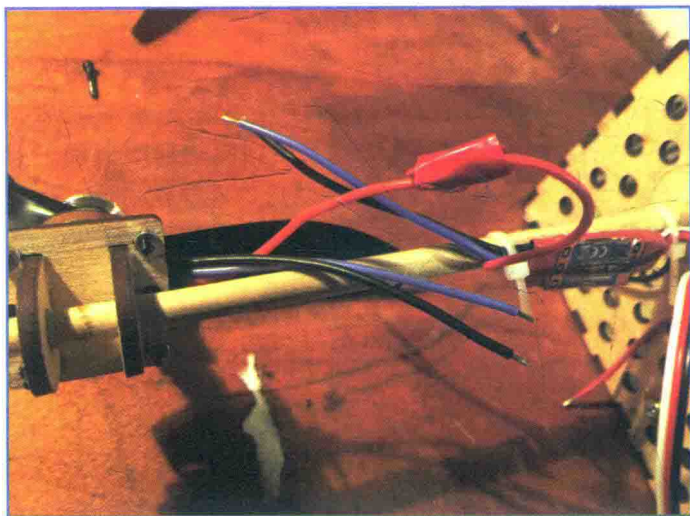

图 7.18 3 根马达电线连接到 ESC 上的对应电线
- a. 将红、蓝和黑色马达电线较接在一起，与 ESC 上的电线匹配，图 7.18 说明了红线的接法。